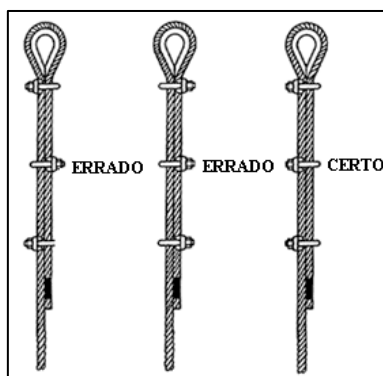

Figura 10: Forma correta de fixação do laço.
26. A fixação do cabo da linha de vida no ponto estrutural deverá atender ao procedimento correto, conforme mostrado na Figura 10.